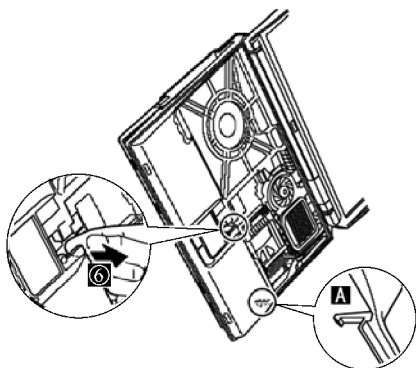

图 2-76 移动面板前应检查面板与底板之间是否有挂钩
- 3) 按箭头“⑥”方向移动面板（在移出面板之前应注意观察面板与底板之间是否有挂钩“A”），如图 2-76 所示。